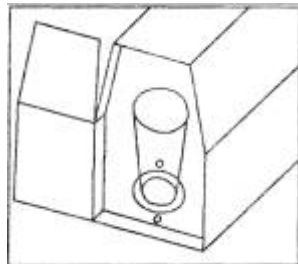

Рис. 2
7. Нажмите на ремень рукой. Если ремень установлен правильно, он должен прогнуться не более чем 12,7 мм (рис. 2).